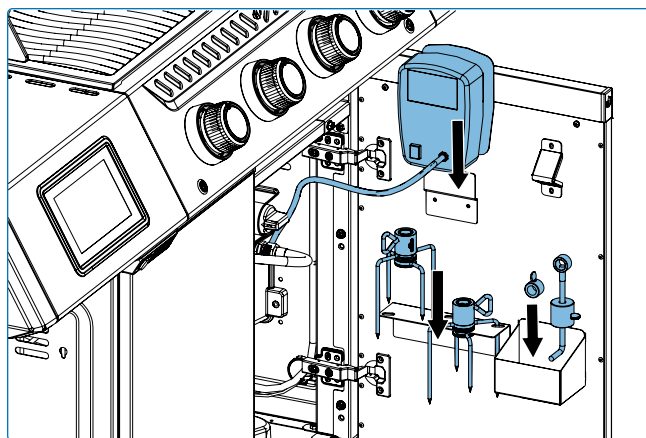

Fig. 9
- Utilisez les emplacements de rangement pour les sondes sur l'étagère latérale lors de la préparation de la cuisson. Débranchez les sondes et rentrez-les à l'intérieur lorsqu'elles ne sont pas utilisées afin de les protéger des éléments (**Fig. 9**).